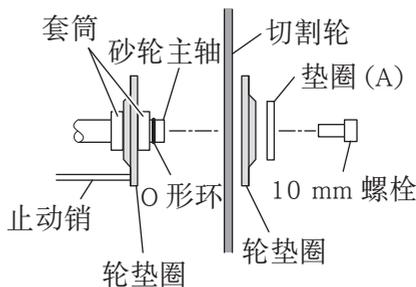

图 4
(1) 提起下侧防护装置 (A) 和下侧防护装置 (B)。按下止动销，使其与箔垫圈相接触。转动砂轮，将止动销穿过箔垫圈上的孔，然后用附带的六角扳手拆下 M10 螺栓。
(2) 卸下螺栓、垫圈 (A) 和轮垫圈并拆下切割轮。(图 4)